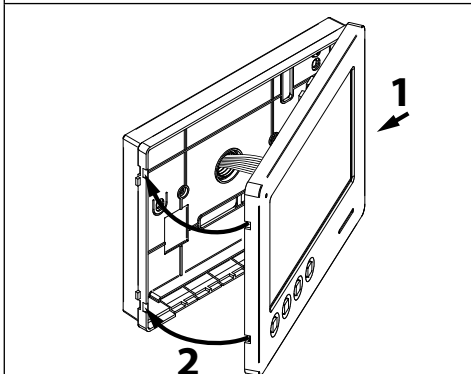

Fig. 7
6. Lorsque l'installation est testée et que les réglages nécessaires sont effectués, procéder à la fermeture de l'interphone vidéo comme illustré sur la **Fig. 7** : l'accrocher d'abord sur la partie droite ensuite sur la partie gauche jusqu'au déclic de l'encastrement.